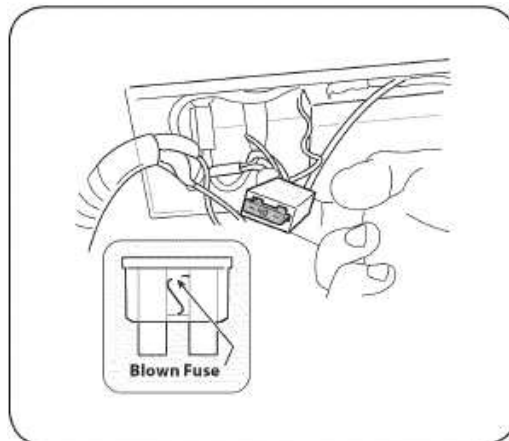

РИС. 22
2. Достаньте предохранитель из гнезда и проведите проверку, как показано на Рис. 22. В том случае, если она является неисправной, замените ее на стандартный автомеханический предохранитель силой тока 40 ампер.